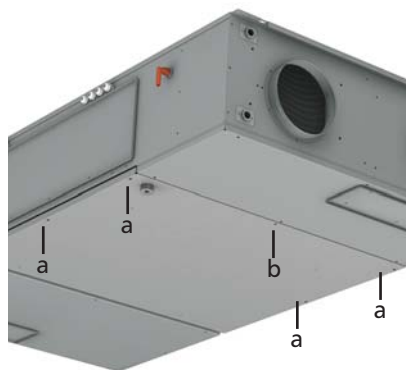

Abb. 20: Revisionsklappe öffnen
- Entfernen Sie zunächst die 4 Schrauben (a) an beiden Seiten der Revisionsklappe (s. Abb. 20).